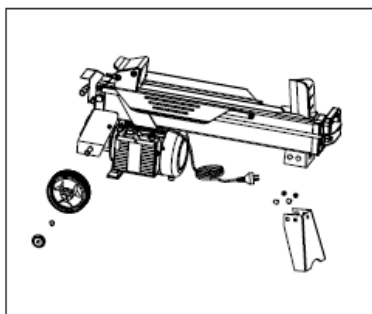

Рисунок 1. Загальний вигляд виробів та схема складання..
2. Переконатися що дровокол від'єднаний від електромережі (1, рис. 1).
3. Демонтувати на дровоколі штатні колеса та додаткову опору (2,рис.1).
4. Скласти опорний каркас стенда (3, рис. 1).
5. Встановити на стенд дровокол та надійно зафіксувати болтами (4, рис. 1).